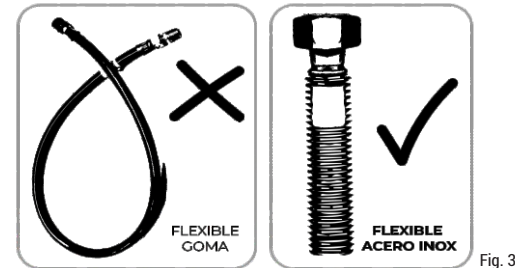
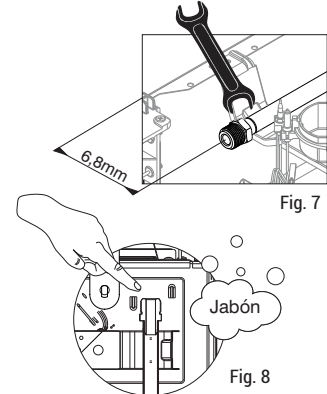

Fig. 3
Fig. 7
- La entrada de alimentación de la cocina se encuentra a la derecha de la misma (Fig. 7)
- Para facilitar si conexión a la red, la cocina viene provista de un caño semi rígido con un acople de rosca G 1/2" lo que permite conectarla por medio de conexión flexible de acero inoxidable que cumpla con las normativas de ENARGAS para instalaciones domiciliaria. (Fig. 3)
- La entrada de gas está en el lado derecho (ver Fig. 7). La cocina viene con un caño semirígido con rosca G 1/2", apta para conectar con flexible de acero inoxidable aprobado por ENARGAS. (Fig. 3)